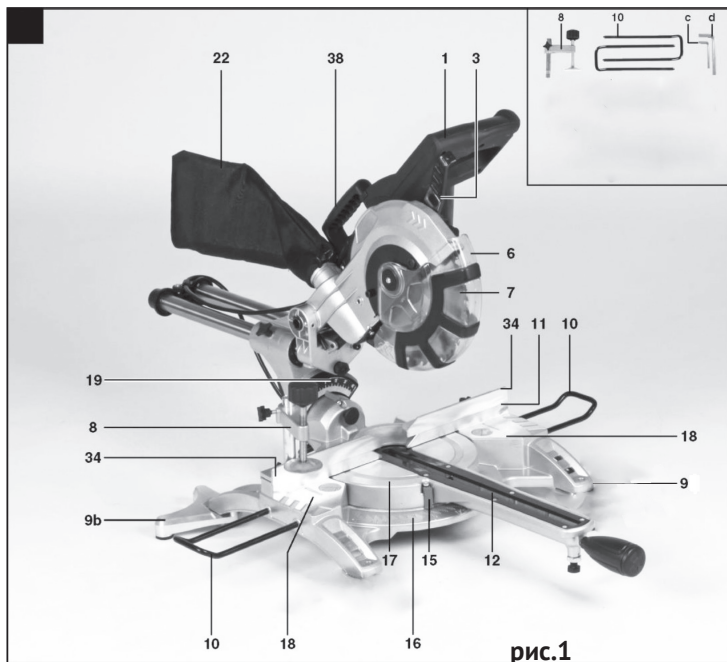
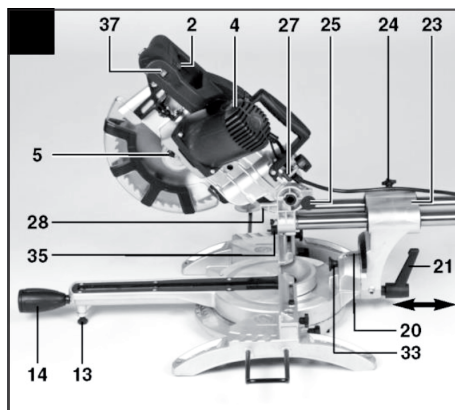
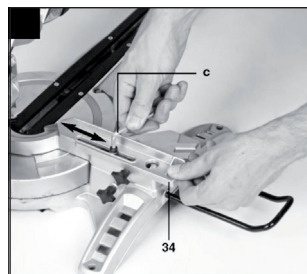

рис.1
рис.2
рис.6
1.1.2 Основным несущим узлом режущего блока пилы является металлический редуктор, выполненный заодно с верхним защитным кожухом диска. К редуктору крепится пластиковый корпус двигателя (рис.2 поз.4), с закреплённой на нём рукояткой. Вертикальное перемещение режущего блока для реза обеспечивает суппорт вертикального перемещения. Возвратная пружина на оси суппорта, возвращает режущий блок в исходное положение. Горизонтальное движение по направляющим и отклонение (вправо/влево) от вертикальной оси обеспечивает суппорт наклона и горизонтального перемещения (рис.2 поз.23).
1.1.3 Рабочий стол (рис.1 поз.17), вместе с режущим блоком, имеет возможность смещения (вправо/влево) относительно основания и параллельного упора (рис.1 поз.11), в который упирается обрабатываемая заготовка. Таким образом обеспечивается косой (от 0 до 45°) рез материала (брус, доска, планка и т.п.).
1. Вытянуть фиксатор (рис.2 поз.25) из основания двигателя, слегка надавливая на корпус двигателя (рис.1 поз.4).
2. Повернуть фиксатор (рис. 2 поз.25), на 90°. При этом пила останется в разблокированном положении
выключателя (рис.1 поз.2).
5. Одной рукой нажмите на фиксатор шпинделя диска (рис.1 поз.5),
устанавливая торцовый ключ (d) на болт фланца (рис.1 поз.31). Фиксатор шпинделя пильного диска срабатывает не более, чем через один поворот.
6. Прилагая дополнительное усилие ослабьте болт с левой резьбой, поворачивая его проти часовой стрелки, снимите прижимной фланец (рис.1
поз.32) и пильный диск (рис.1 поз.7). При этом опорный фланец должен оставаться на месте.
- для установки угла поворота ослабьте фиксирующую рукоятку (рис.1 поз.14), установите необходимый угол распила. Затем надежно затяните
- для установки угла наклона необходимо ослабить стопорный винт (рис.1 поз.21), установить необходимый угол распила и надёжно зафиксировать стопорный винт.
- для осуществления возможности продольного движения режущего блока необходимо ослабить фиксатор (рис.1 поз.24).
- пила обладает подвижными стопорными упорами (рис.6 поз.34), которые зафиксированы на неподвижной упорной планке (рис.1 поз.11).
- для включения лазерной направляющей установите кнопку включения и выключения лазерной направляющей (рис.1 поз.37) в положение «I». Направляющая проецируется на разрезаемый материал, обеспечивая ровную отметку резки.
- для выключения, установите кнопку включения и выключения лазерной направляющей (рис.1 поз.37 в положение «0».